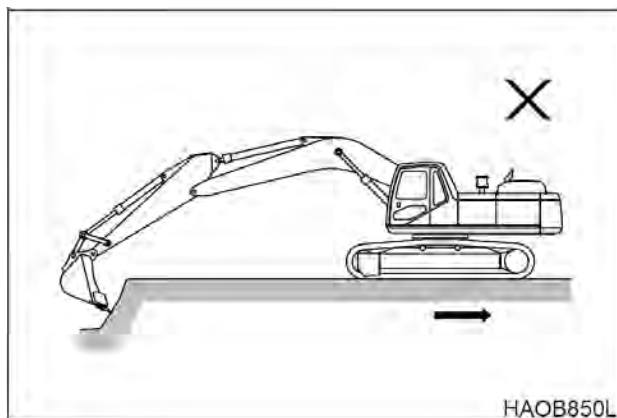

Рис. 55
6. ЗАПРЕЩАЕТСЯ двигать и поворачивать машину для придания дополнительного усилия отрыва, если ковш находится в грунте. См. рис. 55.